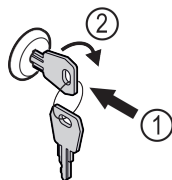

Fig. 169
- ▶ Πιέστε μέσα το κλειδί Fig. 169 (1).
- ▶ Περιστρέψτε το κλειδί 90° δεξιόστροφα Fig. 169 (2).